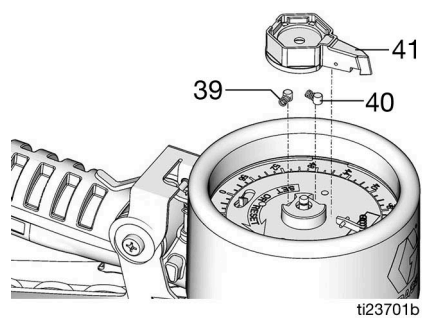

FIG. 34
4. Installer le pointeur du pointeau (41), les ressorts (39) et les goupilles (40) (FIG. 34).